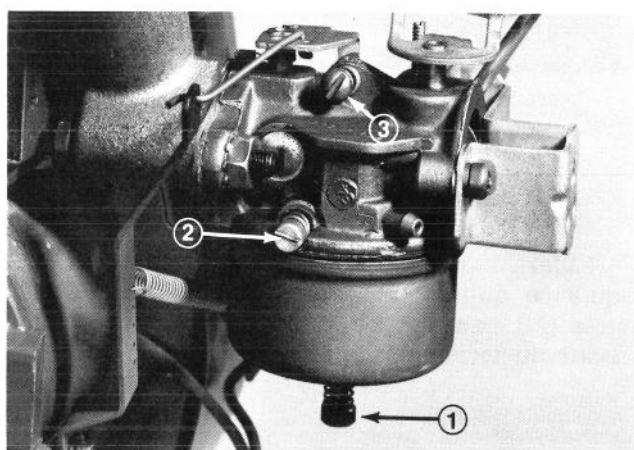

Figure 40
2. Vis de réglage de la puissance (Fig. 40). — Fermez la vis en la vissant délicatement à droite jusqu'à ce que vous sentiez une légère résistance quand le pointeau touchera son siège. Ramenez alors la vis d'un tour complet de 360°, en tournant à gauche.
3. Vis de réglage du mélange de ralenti (Fig. 40) — Fermez la vis en la tournant délicatement à droite jusqu'à ce que vous sentiez une légère résistance quand le pointeau touchera son siège. Ramenez alors la vis de 1½ tour complet en tournant à gauche.
6. Ramenez la commande des gaz à la vitesse de ralenti. Serrez alors la vis de réglage de vitesse de ralenti (Fig. 40) jusqu'à ce que le moteur tourne au ralenti accéléré, soit environ 1750 tours/minute.
7. Serrez la vis de réglage du mélange de ralenti (Fig. 40) en tournant à droite de 1/8 tour à la fois jusqu'à ce que le moteur ait des ratés à cause de la pauvreté du mélange d'essence. Desserrez alors la vis en tournant à gauche 1/8 tour à la fois jusqu'à ce que le moteur commence à marcher de façon irrégulière à cause du mélange d'essence trop riche. Ramenez alors la vis de mélange de ralenti à mi-chemin entre les deux points de mélange trop riche et de mélange trop pauvre.
8. Ramenez alors le réglage de la vitesse de ralenti (Fig. 40) jusqu'à ce que le moteur tourne au ralenti à 1750 tours/minute.